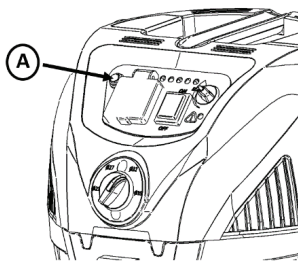

Fig. 19
A limpeza automática do filtro pode ser ligada e desligada com o interruptor (A) no painel de controle na Fig. 19. Quando o interruptor está aceso, a limpeza automática do filtro está ativa.